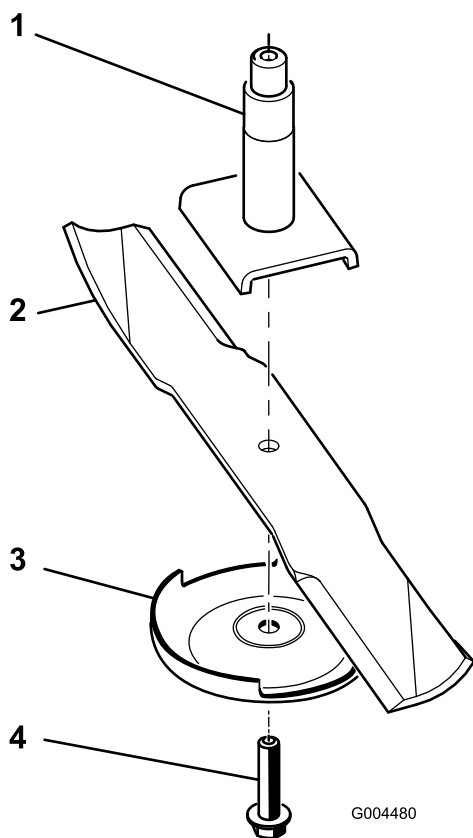

Figura 28
Nota: Se a lâmina ficar na horizontal é porque está equilibrada e pode ser utilizada. Se lâmina não estiver equilibrada, lime algum metal da extremidade da aba apenas (Figura 28). Repita este procedimento até a lâmina estar equilibrada.
2. Retire a cavilha da lâmina, a placa antidano e a lâmina do eixo (Figura 28).
1. Instale lâmina no eixo (Figura 28).
2. Instale a placa antidanos e o parafuso da lâmina (Figura 28).